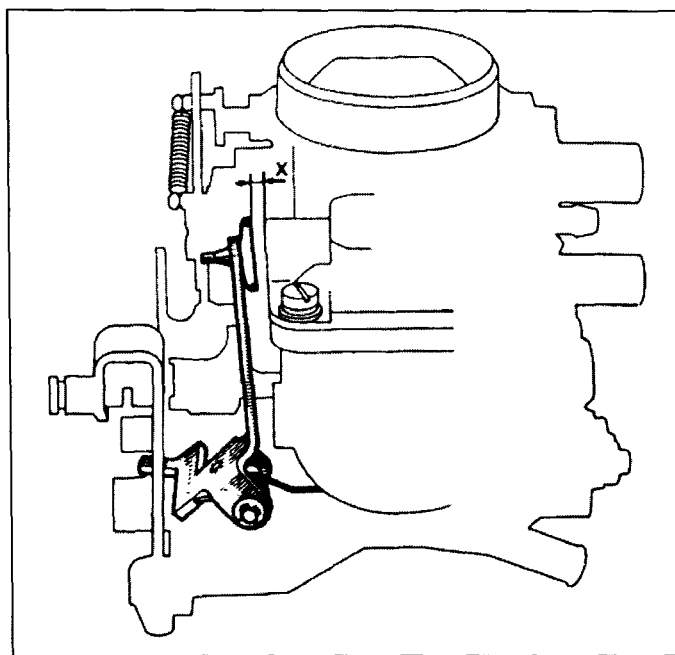

Рис. 4.25 Проверка зазора вентиляционного клапана
25 Измерьте зазор (X) между крышкой поплавковой камеры и клапаном (рис. 4.25). Зазор приведен в Спецификациях.